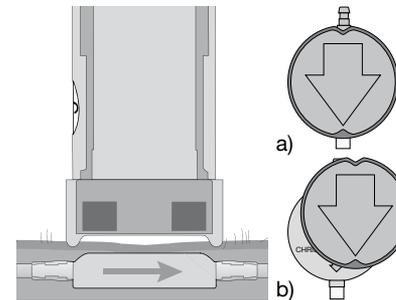

Abb. 15: Messen der Druckstufe a) richtig b) falsch
2. Das proGAV PRÜFINSTRUMENT wird zentriert auf das Ventil aufgesetzt. Dabei muss die Markierung auf dem proGAV PRÜFINSTRUMENT in Richtung proximalem (zum Ventrikel führenden) Katheter zeigen. Der Entriegelungsknopf des Messinstrumentes wird gedrückt und anschließend die eingestellte Druckstufe abgelesen (Abb. 15).